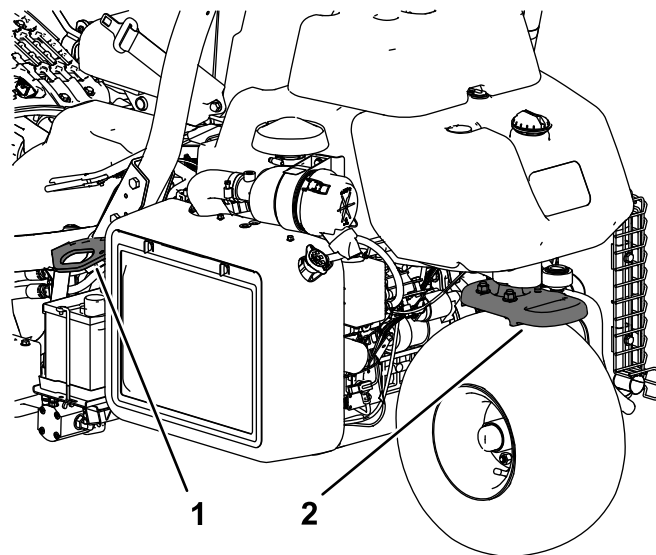

Рисунок 25
- Надежно закрепите машину с помощью ремней, цепей, тросов или веревок. И передний, и задний ремни должны быть направлены вниз и в сторону от машины (**Рисунок 25**).